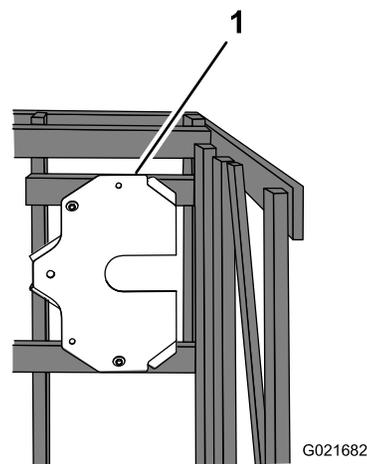

図 10
1. 取り付けプレートを木箱に固定しているボルトを外す 図 10。